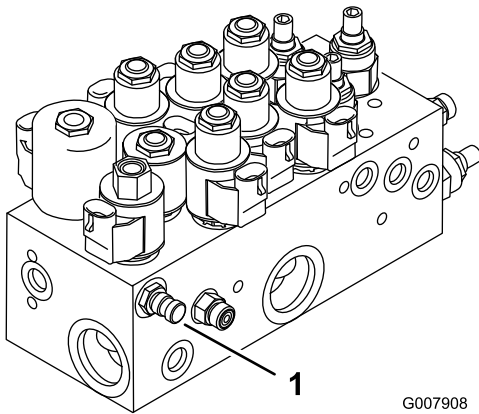
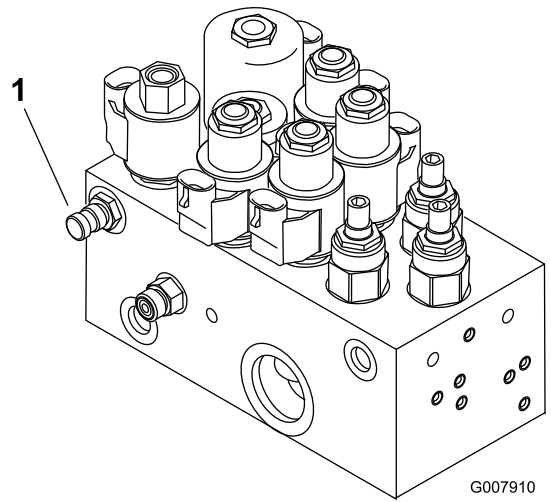

図 78
図 79
1. テストポートA (図 78 と 図 79) は、昇降シリンダの故障探究用です。